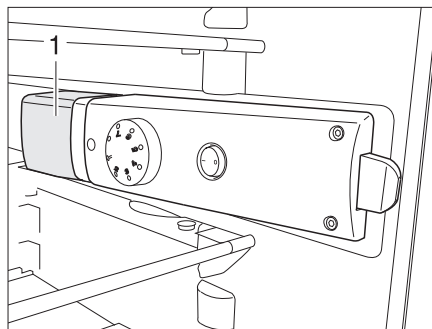

Fig. 267 Lámpara de frigorífico
- Agarrar atrás abajo la tapa de la lámpara (Fig. 267,1) y levantarla aprox. 3 mm.